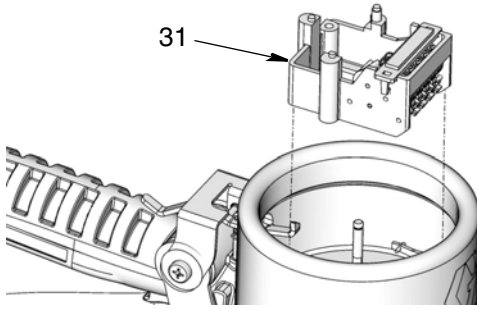

ABB. 30
6. Die komplette Zählereinheit (31) entfernen (ABB. 30).